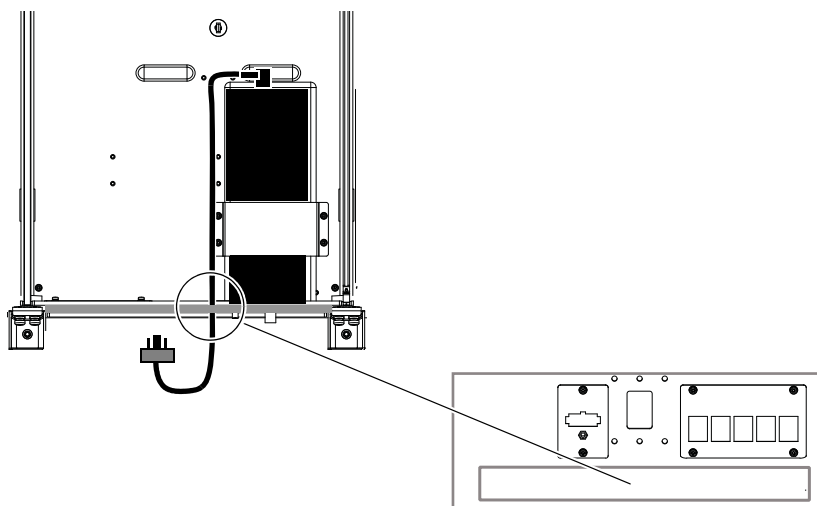

図 12. 背面タイ・プレートを通した電源ケーブル端子
- 1 各 PSU の DC 電源ケーブルを背面タイ・プレートの開口部からまだ引き出していない場合は、引き出します (図 12 を参照)。